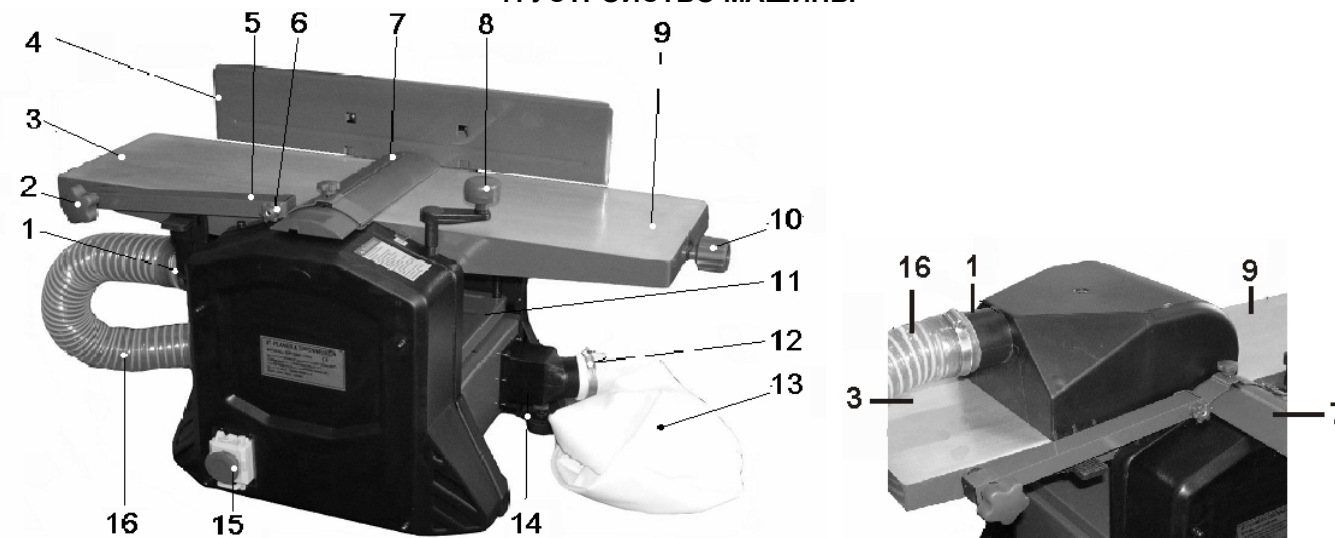

Рис. 2
8.2. Для включения нажмите и сдвиньте вверх красную крышку (20) магнитного пускателя (15). Откройте крышку (19), нажмите на зелёную кнопку (17).
Примечание: Машина оснащена концевыми выключателями, поэтому электродвигатель включится только при условии, если установлен патрубок пылесборника (1), Рис. 2, 3.
8.3. Для выключения нажмите на красную кнопку (18). Для аварийного выключения нажмите на красную крышку (20).
9.1. Установка машины (Рис. 2)
9.2.1. Как показано на Рис.2, установите и закрепите направляющую планку (4), выкрутите два болта (24), через отверстия (23) регулирующего устройства (22) закрепите направляющую планку (4) на приёмном столе (3).
Демонтируйте направляющую планку (4), выполните пункт 9.2.1 в обратном порядке. Установите и зафиксируйте клипсами (27) в специальных гнездах на приёмном столе (3) пылесборник (1), Рис.3.8. Как показано на Рис.2, установите ручку (8) для перемещения рабочего стола (11), Рис.2,7.
Внимание: Ручка (8) не закрепляется, поэтому устанавливается на момент непосредственной регулировки высоты рабочего стола (11). Выполнение любых операций на машине производится со снятой ручкой (8), Рис. 2, 9,11.
9.2.4. При использовании встроенной системы отвода и сбора стружки и древесной пыли патрубком пылесборника (1) соедините гибким шлангом (16) с патрубком (36). Закрепите гибкий шланг (16) хомутами (см. комплектность). Для сбора стружки и древесной пыли на патрубке (35) установите и хомутом (12) закрепите пылесборный мешок (13), Рис. 2,3,9.
11.6. Переоборудуйте машину для выполнения строгания в размер по высоте (рейсмус) (см. пункт 9.2.3.). Ручкой (8), Рис.2, по шкале (28) установите рабочий стол (11), Рис.8, в положение, соответствующее максимально толстому участку заготовки, после чего установите глубину строгания.
13.1. Отсоедините вилку шнура питания машины от розетки электросети. Демонтируйте направляющую планку (4), переместите защитную планку (7), Рис.2, снимите патрубок пылесборника (1), Рис.3.